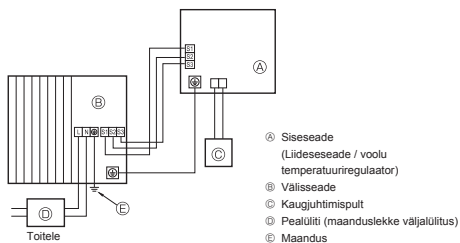
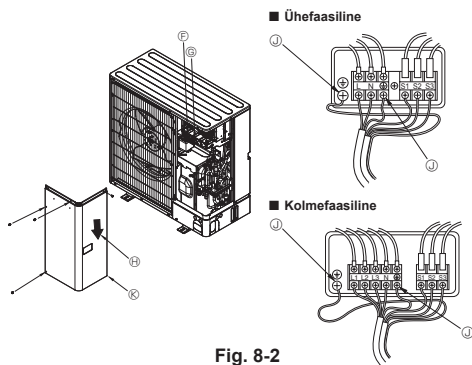

Fig. 8-1
Fig. 8-2
8.1. Välisseade (Fig. 8-1, Fig. 8-2)
- ① Eemaldage hoolduspaneel
② Teostage kaabeldus vastavalt Fig. 8-1 ja Fig. 8-2.